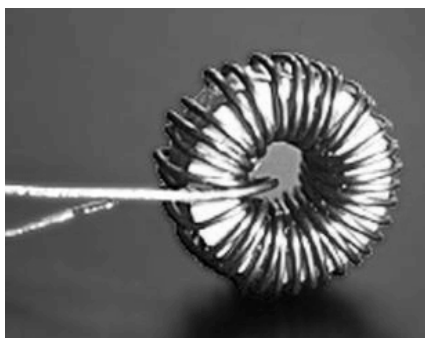

Figura 2.12- Bobina
*Espiral o hélice de alambre de cobre arrollado sobre un núcleo ferromagnético o sobre un soporte de material aislante, Figura 2.12. Su propiedad más importante es la de comportarse como un imán cuando circula por ella una corriente eléctrica.*